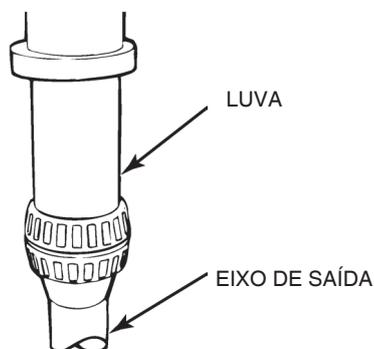

Figura 5.89
2. Se os cones de rolamento foram removidos do eixo de saída, instale novos cones de rolamento. Coloque ambos os cones dos rolamentos de costas um para o outro no eixo de saída. Use uma prensa e luva para instalar ambos os cones. Aplique pressão até o cone interno assentar no encosto do eixo de saída. Figura 5.89.